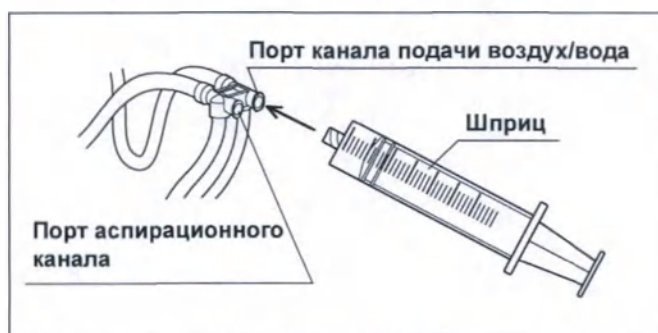

Рис. 5.65
- 6 Присоедините шприц к порту канала подачи воздух/вода инъекционной трубки. (см. рис. 5.65)
- 10** Присоедините шприц к порту канала подачи воздух/вода инъекционной трубки. (см. рис. 5.65)
- 18** Присоедините шприц к порту канала подачи воздух/вода инъекционной трубки. (см. рис. 5.65)